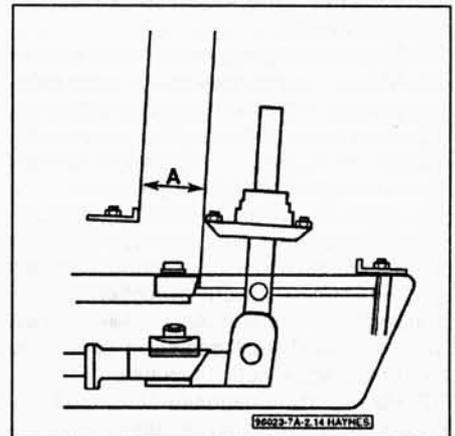

Рис. 2.9.б. На коробках передач 012, где рычаг перемещён назад, расстояние (А) = 37 мм На коробках передач 01Е этот же размер равен 43 мм
3 Замерьте расстояние между задней стороной тяги и корпусом, как показано на рис. 2.9,б. Если расстояние не равно 49 мм, то ослабьте болт тяги, переместите тягу и затяните болт.
- 9 Замерьте расстояние между механизмом выбора и корпусом, как показано на рис. 2.9.а. Если расстояние отличается от приведенного, то ослабьте болт тяги, переместите тягу и затяните болт (рис. 2.9.б).
Рис. 2.9.а. Замерьте расстояние между механизмом выбора и корпусом (а) На коробках передач 012, если на рычаг переключения передач не надавить назад, то размер "а" составит 41 мм